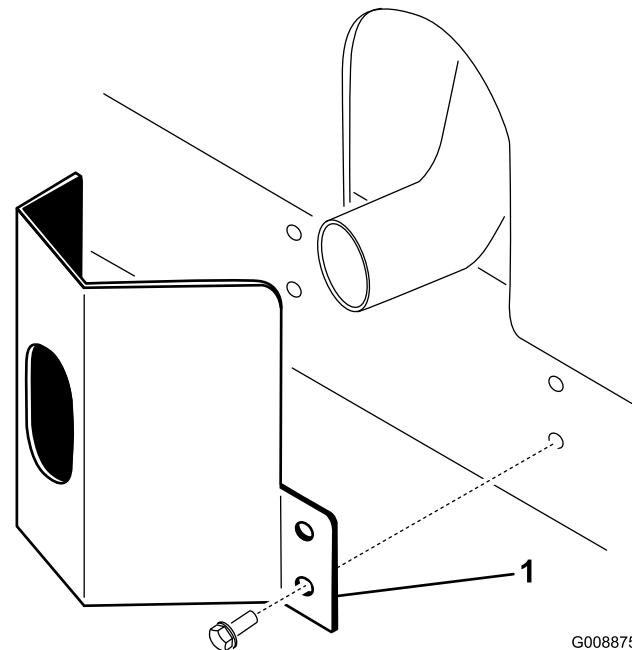

Рисунок 11
1. Расположите ограждение выхлопа на глушителе, совместив монтажные отверстия с отверстиями в раме (Рисунок 11).
- 2. Закрепите ограждение выхлопа на раме с помощью 4 самонарезающих винтов (Рисунок 11).